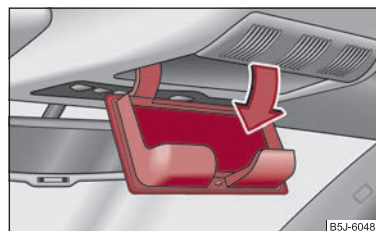

Fig. 82 Découpe dans le revêtement de pavillon: Rangement pour lunettes
- Appuyez sur le couvercle du vide-poches, le vide-poches s'ouvre vers le bas ⇒ fig. 82.